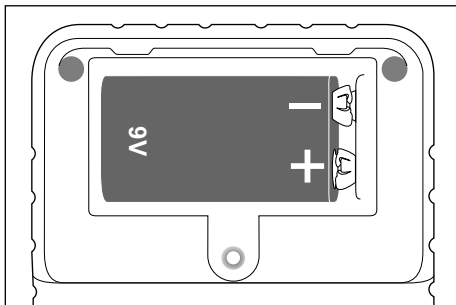

Fig. 2
- 2) Raccordez la pile bloc 9 V **8** en respectant la polarité (+ et -) au connecteur à clip et posez la pile bloc 9 V **8** dans le compartiment à pile (voir fig. 2).